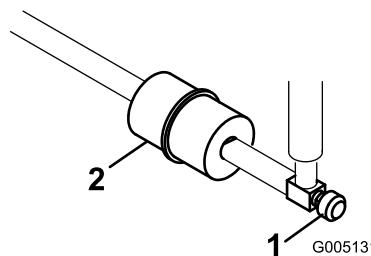

Figura 52
El tubo de combustible lleva incorporado un filtro en línea entre el depósito de combustible y el carburador (Figura 52). Cambie el filtro cada 800 horas o antes si se obstruye el flujo de combustible. Asegúrese de que la flecha del filtro apunta hacia el carburador.
- Cierre la válvula de cierre de combustible, afloje la abrazadera en el lado del carburador del filtro y retire el tubo de combustible del filtro (Figura 52).
- Coloque un recipiente debajo del filtro, afloje la otra abrazadera y retire el filtro (Figura 52).